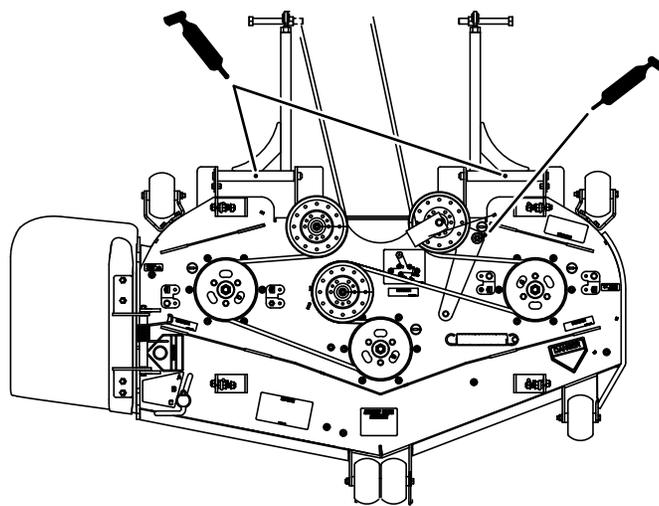
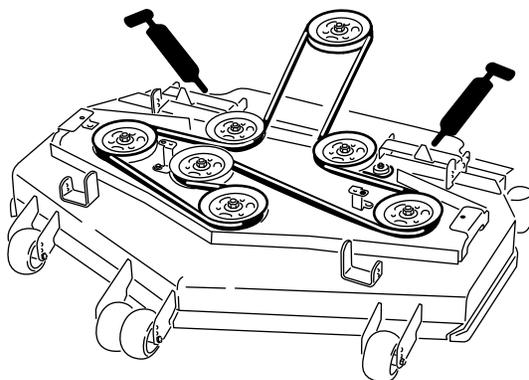

Figura 50
Figura 51
6. Lubrifique o braço intermédio na plataforma do cortador (Figura 50).
7. Lubrifique com massa os bocais nos braços (Figura 50 ou Figura 51).